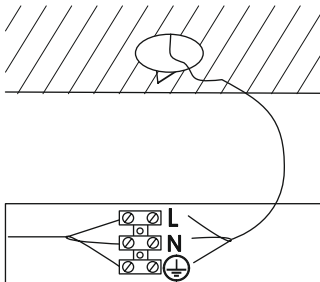

Рисунок 3
- Подключите подготовленные концы сетевого провода к клеммным зажимам L, N клеммной колодки, а жилу с изоляцией желто-зеленого цвета присоедините к клемме заземления  (рисунок 3). Затяните винты клеммного зажима.